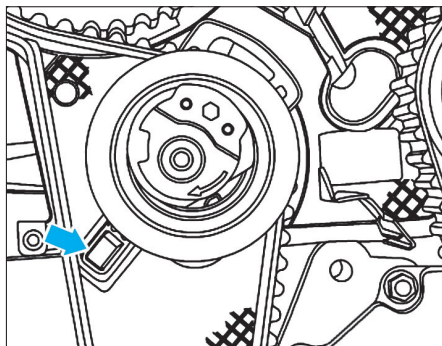

FIG. 23
• Veiller au bon positionnement du galet tendeur dans la protection arrière de courroie crantée (Fig.23).